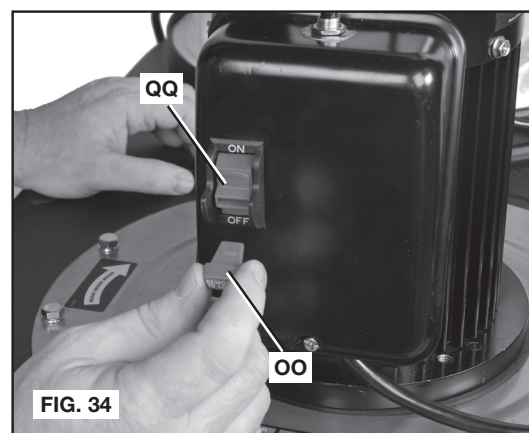

FIG. 34
Retirez le collant (PP) recouvrant l'interrupteur avant d'insérer l'interrupteur à bascule (OO), fig. 34, dans l'interrupteur (QQ).